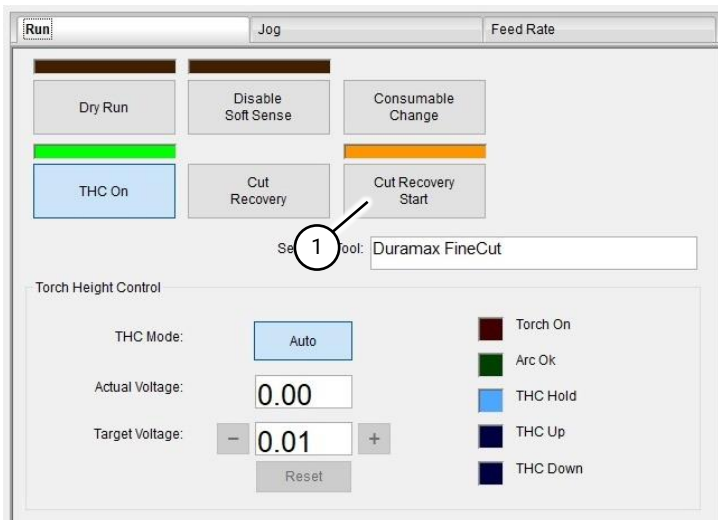

Fig 83 Cut Recovery activé
1.1 Le bouton "Cut Recovery Start" deviendra actif (le voyant clignote en orange) (Fig 83 (1)).